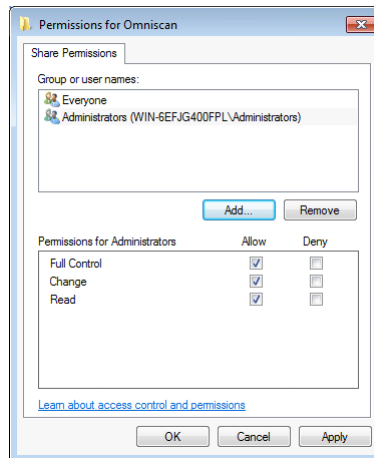

Рис. 7-31 Окно Разрешения для Omniscan (Windows 7)
10. В диалоговом окне **Permissions for Omniscan** нажмите **Add** [Добавить] (см. Рис. 7-31 на стр. 231).